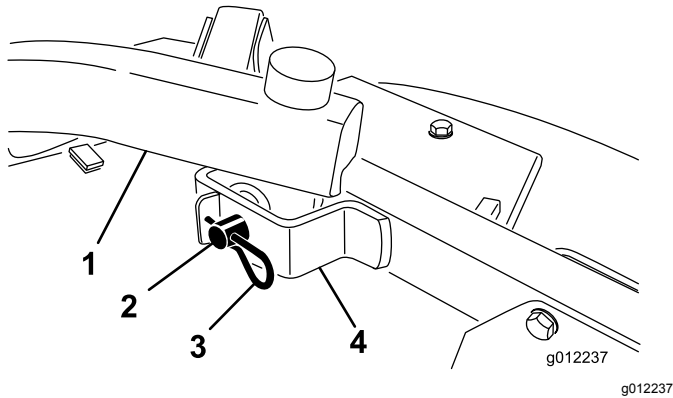

Bild 22
4. Nehmen Sie die Splints und Lastösenbolzen ab, mit denen die Hubarme an den Halterungen der Laufradarme befestigt sind (Bild 22).